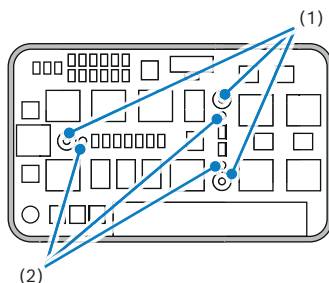

Figure 7
En tirant, faire descendre les goupilles de positionnement (2) à l'aide d'un outil approprié. Serrer les 3 vis (1) (figure 7).